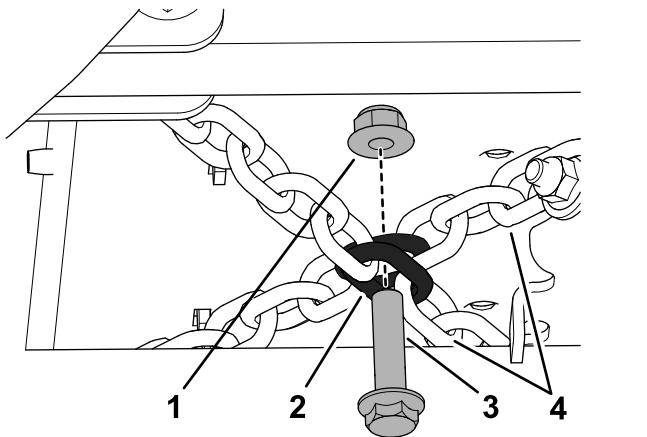

Figure 15
- Assemblez les chaînes à leur point de croisement (Figure 15) avec un boulon à embase ($\frac{3}{8} \times 1\frac{1}{2}$ po) et d'un contre-écrou à embase ($\frac{3}{8}$ po).